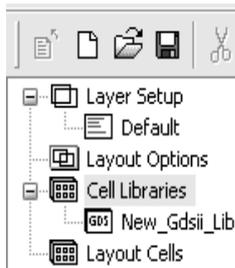
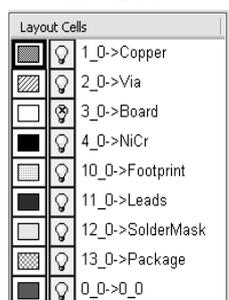

Рис. 2.51
Рис. 2.52
Если вместо импортирования библиотеки хотите создать свою, щёлкните правой кнопкой мышки по **Cell Libraries** и выберите **New GDSII Library** или **New DXF Library**. Откроется окно, в котором нужно ввести имя создаваемой библиотеки и нажать **OK**. Имя вновь создаваемой библиотеки появится в окне менеджера топологии (рис. 2.51). В нижней части окна менеджера топологии появится список слоёв, в которых можно чертить элемент топологии (рис. 2.52).
- Щёлкните левой кнопкой мышки по квадрату **1_0->Copper** (Медь) в нижней части окна менеджера, чтобы назначить медь для активного слоя, как показано на рис. 2.52 (не щёлкайте по лампочке, т.к. такой щелчок определяет слой для показа или скрытия).